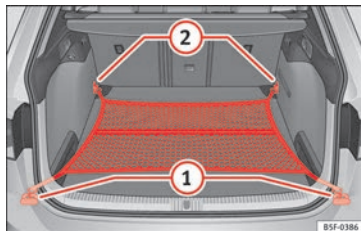

Fig. 134 En el maletero: bolsa de red enganchada a ras del piso (modelo LEON ST).
- Dado el caso, levante las argollas de amarre delanteras » **fig. 134** ②.
- Fije los ganchos de la red en las argollas de amarre ② » **fig. 134** ②. La cremallera de la bolsa tiene que quedar hacia arriba.
- Fije los ganchos de la red en las argollas de amarre ①.